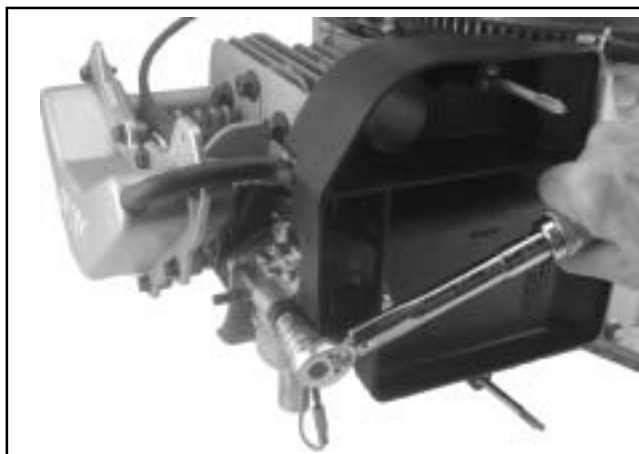

Figura 10-62. Apriete de los tornillos del filtro de aire.
- c. Aplique un par de apriete a las tuercas de **5,5 Nm (48 in lb)**. Aplique un par de apriete al tornillo de **8,0 Nm (70 in lb)** en orificios nuevos, o de **5,5 Nm (48 in lb)** en orificios usados **no** apriete en exceso. Ver Figura 10-62. El tornillo M6 de la pestaña superior se instalará cuando se monte la carcasa del ventilador.